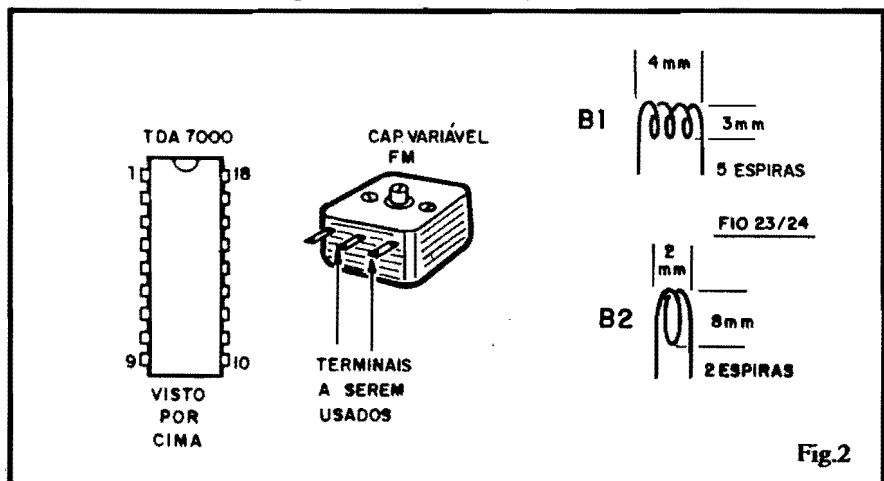

Fig.2
- FIG. 2 - Alguns componentes que merecem uma análise visual mais cuidadosa. O Integrado TDA7000
apresenta 18 pinos, que devem ser "contados" e identificados conforme mostra a figura (onde o componente é visto "por cima"). Quanto ao capacitor variável mini (aparência do dito cujo, na figura), embora a peça apresente três terminais, apenas dois deles serão usados (indicados pelas setas). Deve ser dada a preferência a variáveis que não tenham terminais muito curtos, para facilitar a acomodação na placa. Finalmente, ainda na fig. 2, temos os dados visuais para a confecção das duas bobinas, detalhados a seguir: